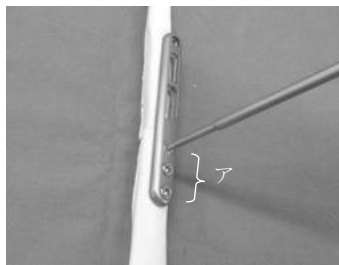

図3
- ④ 長穴(ラック付き)部をコーティカルスクリューで固定する。
- ⑤ 近位側の丸穴部をドリリングし、コーティカルスクリューで固定する。
(2) OSR-UL (尺骨プレート) の固定
- ① 患部にプレートを設置し、長穴(ラック付き)に隣接した複数の(図3のア)の丸穴の骨にロッキングスクリューを固定するためのドリリングを行い、その穴にロッキングスクリュー(OSR ロッキング SW3.5)※1を固定する(図3)。